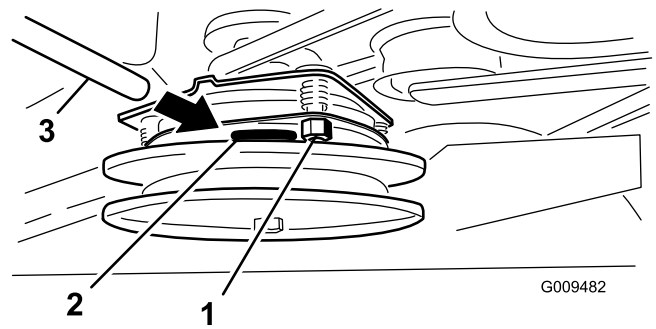

Figura 60
3. Apriete las contratuercas hasta fijar ligeramente la galga pero dejando que ésta se pueda mover con facilidad en la separación (Figura 60).